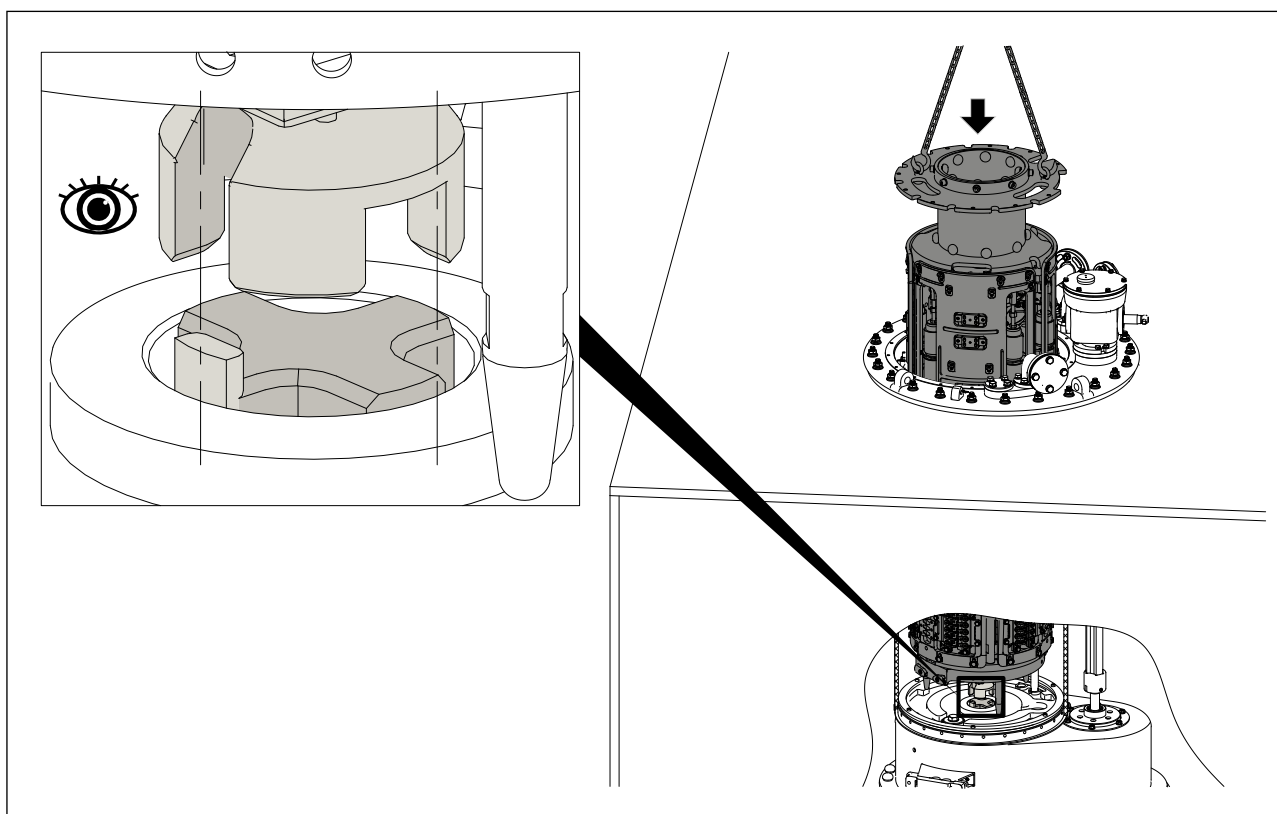

图 5-25 切换开关芯子与油室对齐
- b. 吊起切换开关芯子，并将其放置在油室上方。缓慢将切换开关芯子下放至油室中（见图 5-25）。